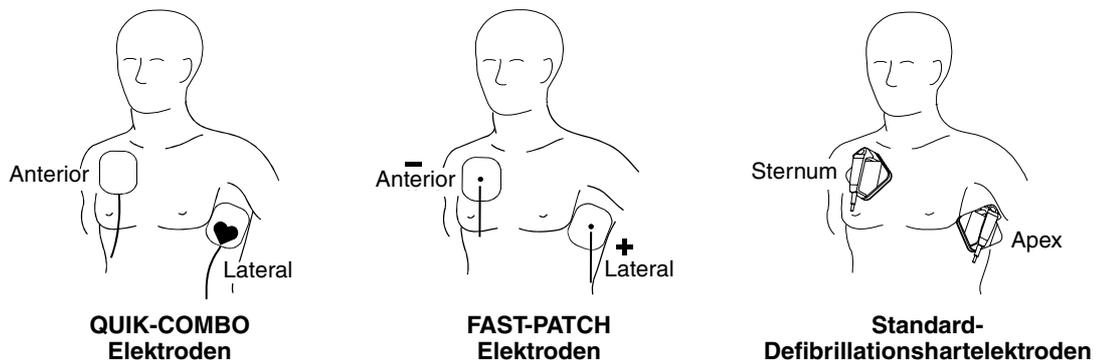

Abbildung 4-1 Anterior-laterale Platzierung
- 1 Entweder die ♥ oder + Therapieelektrode oder die Apex-Defibrillationselektrode lateral zur linken Brustwarze des Patienten in der mittleren Axillarlinie anlegen. Der Mittelpunkt der Elektrode sollte möglichst genau in der mittleren Axillarlinie liegen. Siehe Abbildung 4-1.
- 2 Die zweite Therapieelektrode oder die Sternum-Defibrillationselektrode wie in Abbildung 4-1 gezeigt lateral zum Brustbein und unterhalb des Schlüsselbeins rechts oben am Oberkörper des Patienten anlegen.